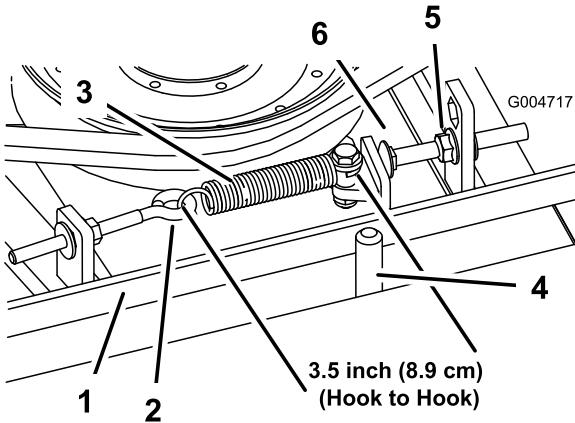

Bild 97
Bei richtiger Spannung sollte die Messung an der Verlängerungsfeder (Haken zu Haken) ungefähr 8,9 cm $\pm 0,63$ cm betragen. Wenn die Federspannung richtig ist, stellen Sie die Anschlagschraube (Schlossschraube) ein, bis der Abstand zwischen dem Schraubenkopf und dem Spannarm ungefähr 0,32 cm $\pm 0,152/0,000$ cm beträgt (Bild 97).
Hinweis: Achten Sie darauf, dass der Riemen auf der Federseite der Riementführung positioniert ist (Bild 97).
- Lösen Sie den Augenbolzen, um die Verlängerungsfeder abzunehmen (Bild 97).
- Lösen Sie die Bundmutter, mit der die Anschlagschraube an der Befestigungslasche befestigt ist. Schieben Sie die Mutter so weit zurück, dass der Spannarm an der Anschlagschraube vorbeigeführt werden kann (Bild 97). Bewegen Sie die Spannscheibe vom Riemen weg, um diesen zu entspannen.
Hinweis: Achten Sie darauf, dass der Riemen auf der Federseite der Riemenführung positioniert ist (Bild 97).
- Setzen Sie die Verlängerungsfeder (Bild 97) wieder in den Augenbolzen ein und spannen Sie den Riemen wie folgt: